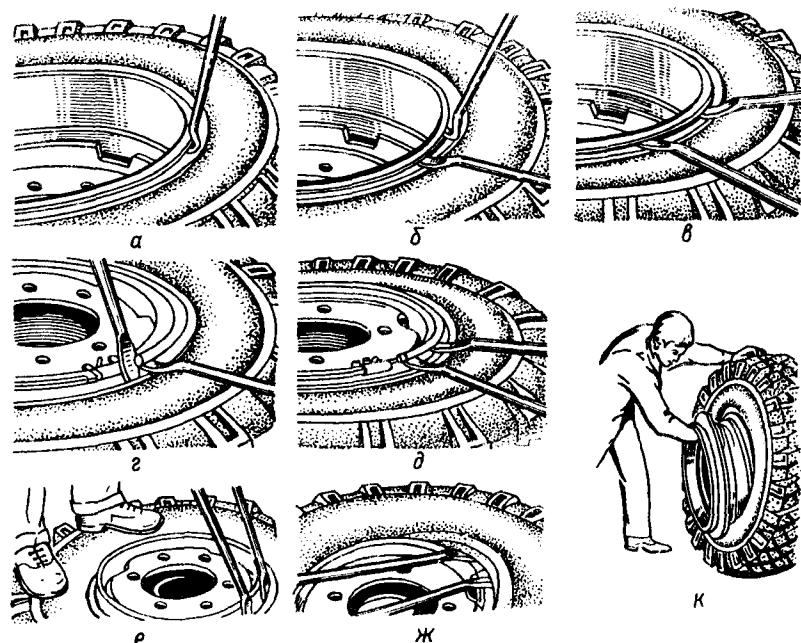

Рис. 9.6. Разборка колеса
- изогнутый конец монтажной лопатки вставить между бортовым кольцом и фланцем обода в монтажный паз и отжать бортовое кольцо вниз (рис. 9.6, а);
- в образовавшийся зазор вставить плоский конец прямой лопатки (рис. 9.6, б), освободить первую лопатку, последовательно продвигаясь по окружности обода, вставляя концы обеих лопаток в образуемый зазор (рис. 9.6, в) и осаживая борт шины через бортовое кольцо, снять его с посадочной полки обода;
3. Снять замочное и бортовое кольца. Для этого необходимо вставить плоский конец одной лопатки в паз, расположенный на торце замочного кольца. Второй лопаткой поднять этот торец замочного кольца, отжимая первой лопаткой конец кольца, выступающий из замочной канавки, выжать его вверх (рис. 9.6, г). Удерживая выжатый конец второй лопаткой, освободить первую лопатку и завести ее плоский конец под кольцо. Выжимая кольцо монтажными лопатками по окружности колеса, снять замочное кольцо (рис. 9.6, д). Снять бортовое кольцо.
4. Демонтировать борт шины: встать на участок борта шины, противоположный вентильному отверстию; в зоне вентильного отверстия завести плоские концы обеих лопаток между шиной и ободом (рис. 9.6, е) на расстоянии 150–250 мм одна от другой. Прикладывая усилия к монтажным лопаткам, вывести часть борта наружу (рис. 9.6, ж), причем противоположная часть борта шины должна обязательно находиться в монтажном ручье. Удерживая демонтированную часть борта шины одной лопаткой, освободить другую и завести ее плоский конец между ободом и шиной на расстояние 70–100 мм от места перехода борта шины наружу. Повторяя данную операцию, демонтировать борт шины полностью.
5. Утопить вентиль в полость шины. Поставить колесо в вертикальное положение. При этом нижняя часть борта шины должна находиться в монтажном ручье обода. Извлечь обод из шины, как показано на рис. 9.6, к.